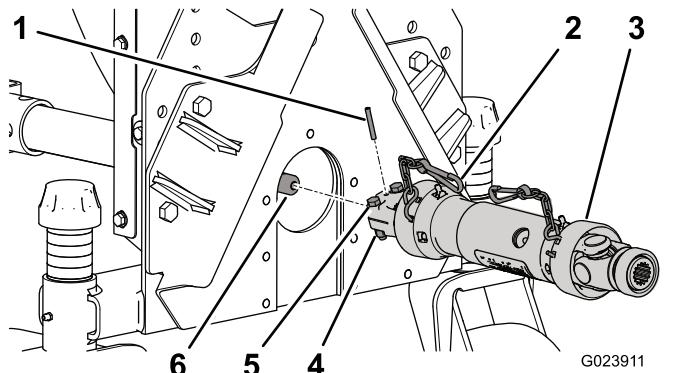

Figura 9
4. Sujete el conjunto con un pasador cilíndrico (Figura 9).
5. Sujete el árbol de transmisión al eje de la caja de engranajes con 2 pernos (5/16" x 1 1/4") y 2 contratuercas (5/16") (Figura 9).
8. Conecte la cadena de seguridad al bastidor del soplador (Figura 9).